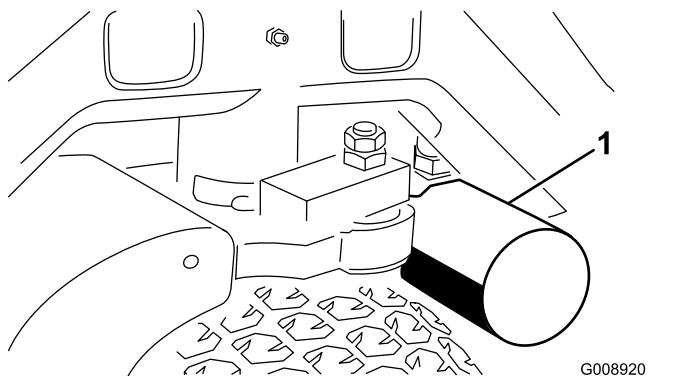
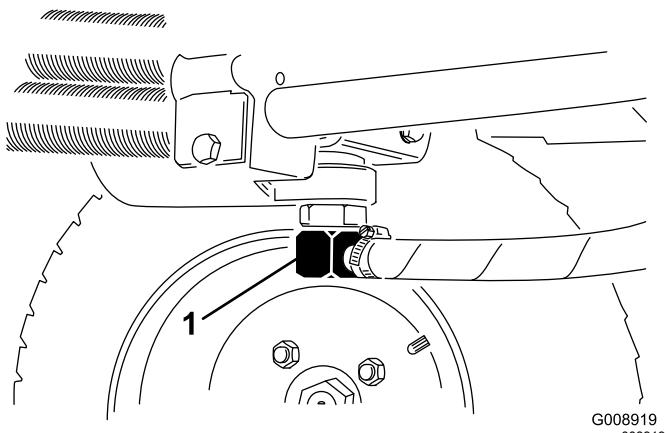

図 64
図 65
3. フィルタ取り付け部の周辺をウェスできれいにぬぐう。フィルタ図 64 の下に廃油受けを置いてフィルタを外す。
2. 油圧ラインの接続部図 65 または油圧フィルタ図 64 を外し、流れ出すオイルを容器に受ける。オイルが全部流れ出たらラインを元通りに接続する。